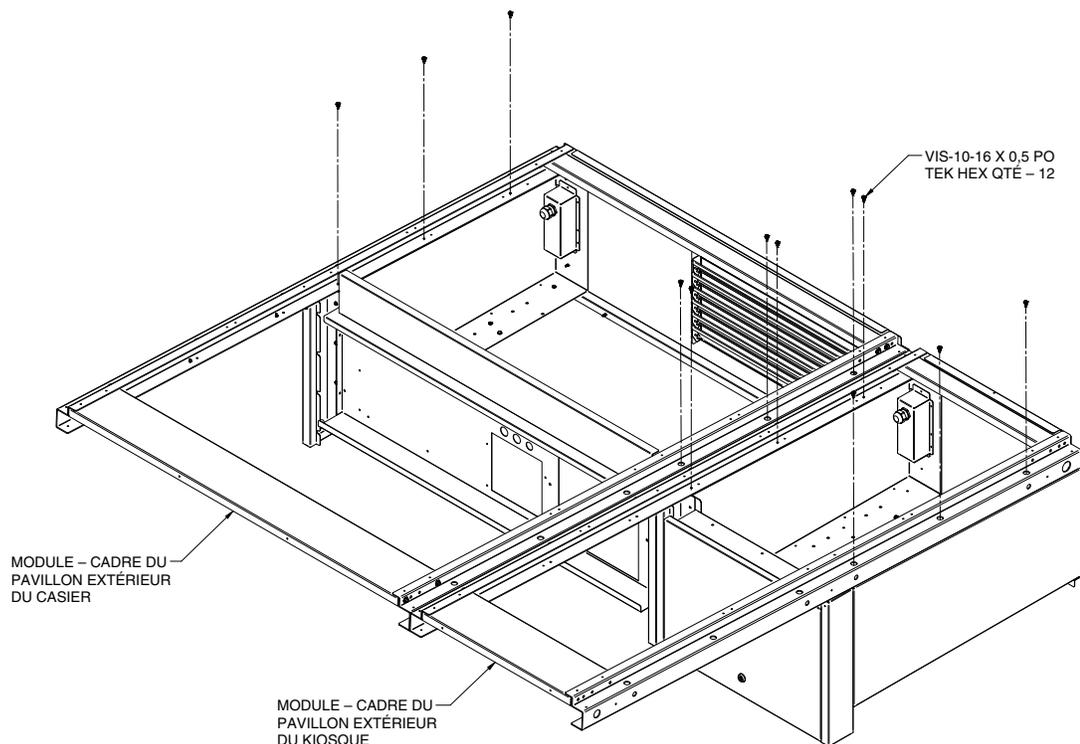

Figure 1-7b Vue supérieure des cadres de pavillons fixés au module réfrigéré et au kiosque de contrôle
2. Fixer l'ensemble du cadre du pavillon aux modules tel que montré à la Figure 1-7b.